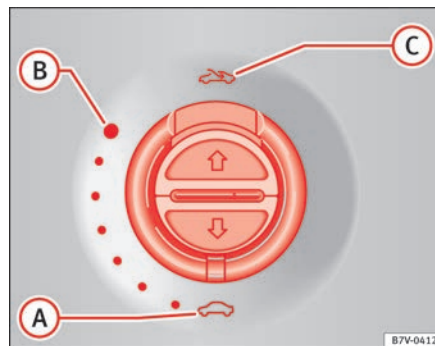

Fig. 58 No revestimento interior do tecto: rode o comutador para abrir e fechar.
⇒ Fig. 58
- O comutador ⇒ Fig. 58 deve estar na posição de „fechado“ .